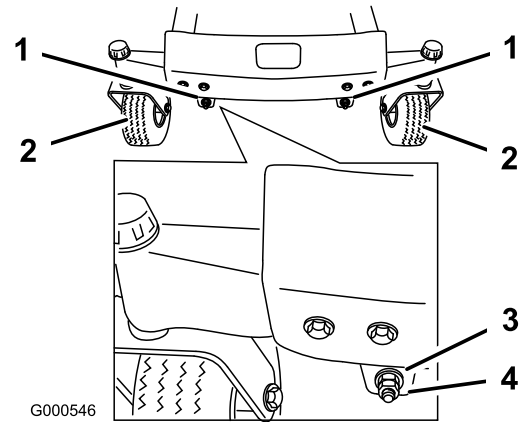

Bild 57
11. Nehmen Sie für das Einstellen der Schnittemesserneigung in Längsrichtung die Sicherungsmuttern ab. Drehen Sie dann die Einstellmutter vorne am Mähwerk (Bild 57).
13. Prüfen Sie, nachdem beide Einstellmuttern gleichmäßig eingestellt worden sind, erneut die Schnittemesserneigung in Längsrichtung. Fahren Sie mit der Einstellung der Muttern fort, bis die vordere Schnittemesserspitze um 1,6 bis 7,9 mm tiefer liegt als die hintere Spitze (Bild 57).
Hinweis: Stellen Sie nach dem Einstellen der Einstellmuttern sicher, dass die Stützstangen kein Spiel aufweisen (Bild 58). Ziehen Sie die Stangen fest, wenn ein Spiel vorhanden ist (Bild 57).